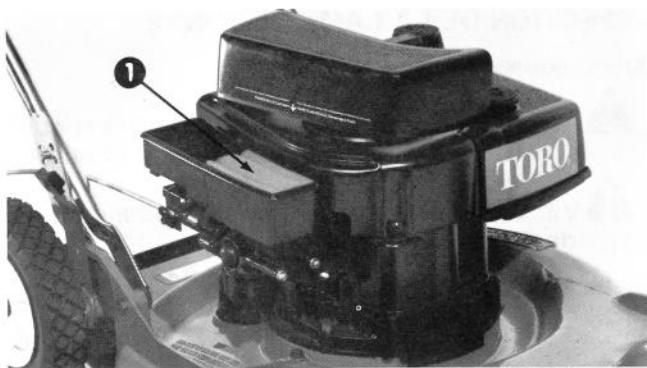

Figure 19
3. Examinez le dessus de l'élément du filtre à air (Fig. 19). S'il est encrassé, l'élément doit être enlevé du boîtier du filtre à air (Fig. 19) et nettoyé.
- D. REMETTEZ l'élément dans le boîtier du filtre à air (Fig. 19).